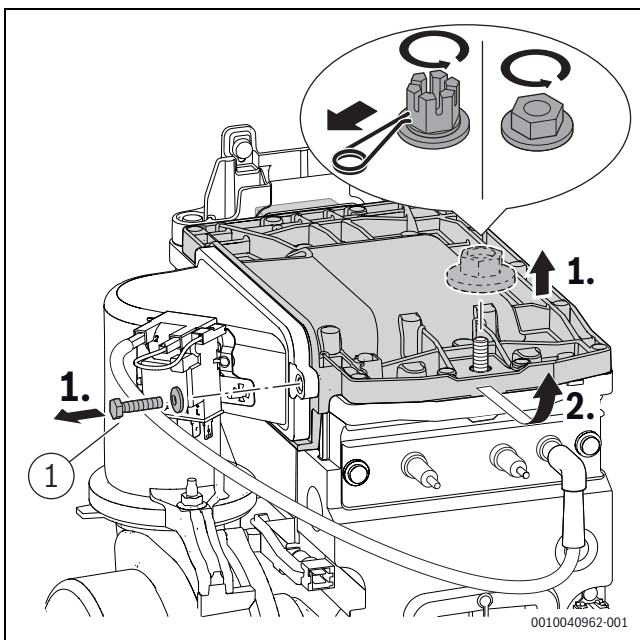

Bild 43 Brennerdeckel ausbauen
- Schraube ([1], Bild 43) am Brennerdeckel mit 5,5+0,5 Nm festziehen.